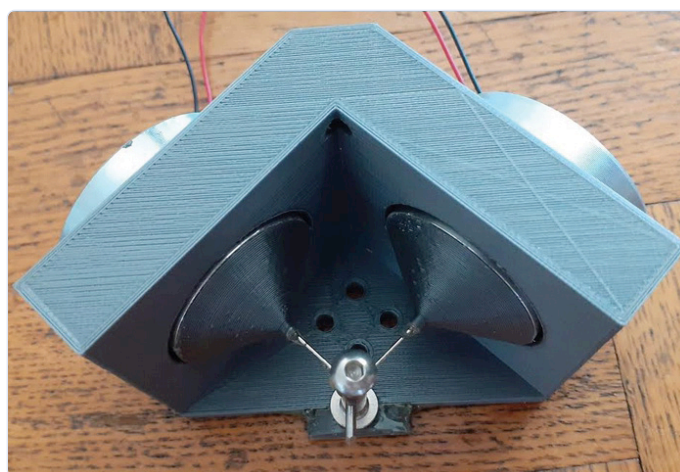

Figure 2. Tête pour le gaufrage
**La figure 2** montre la tête de gaufrage en creux construite par Quentin (avec transducteurs et stylet), et la **figure 3** une tête de gravure construite aussi par lui, avec des haut-parleurs et un burin en diamant.